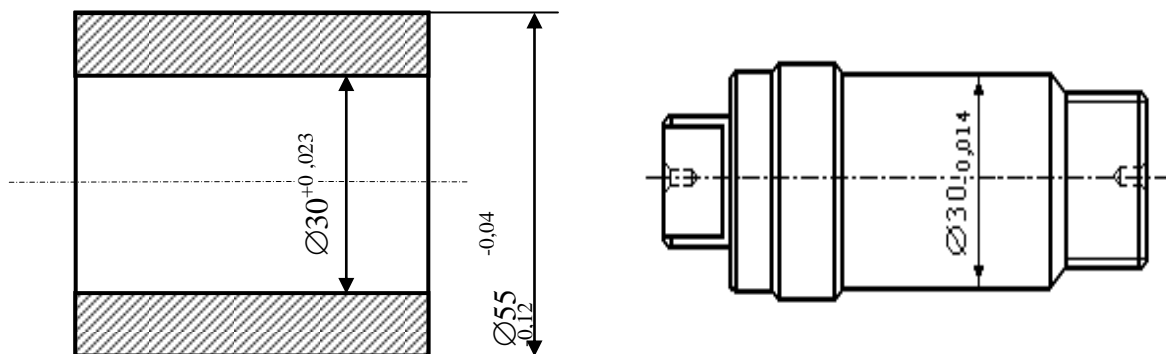

Рисунок 21
8. Для чистового обтачивания наружной поверхности втулки  $\varnothing 55_{-0,12}^{-0,04}$  мм, имеющей центральное отверстие  $\varnothing 30_{+0,023}$  мм, спроектирована оправка с посадочной поверхностью  $\varnothing 30_{-0,014}$  мм. Определить погрешность базирования (рисунок 21).